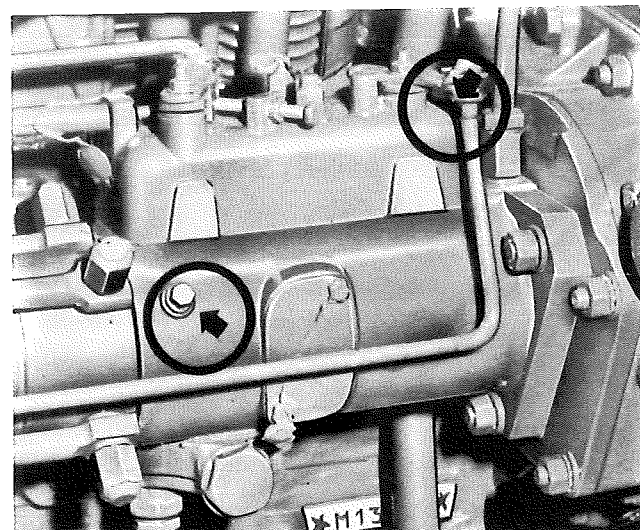

Fig. 50 - Vis de purge de l'air sur la pompe à injection rotative.
- Si la pompe à injection est rotative, la purge de l'air demande une opération supplémentaire c'est à dire: deserrer la vis de purge sur le régulateur et actionner la pompe d'alimentation à nouveau jusqu'à ce que le combustible sorte par la vis de purge sur le régulateur sans aucune bulle d'air (fig. 50).